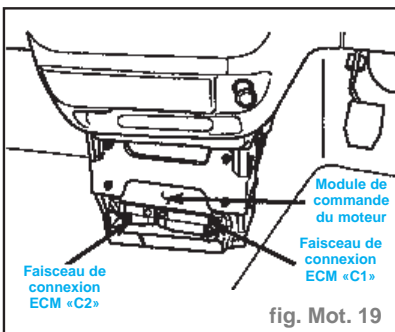

fig. Mot. 19
- L'ECM est monté à la base de la console centrale, à l'avant du module de coussin anti-chocs (fig. Mot. 19).
- Le module de commande du groupe motopropulseur (PCM) est placé dans la console centrale, sur un support fixé à l'avant du module de coussin anti-chocs (fig. Mot. 19).